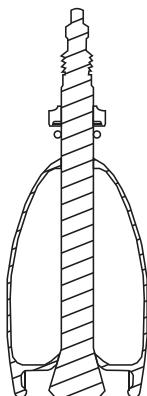

図1-A
- 外側のバルブねじ部にねじ込まれているロックナット(図1-A)を外します。バルブをリムのバルブ穴に挿入します。
- 先に外したロックナット(図1-A)をバルブにねじ込み、バルブがリムに対して所定の位置に固定されるようになります。